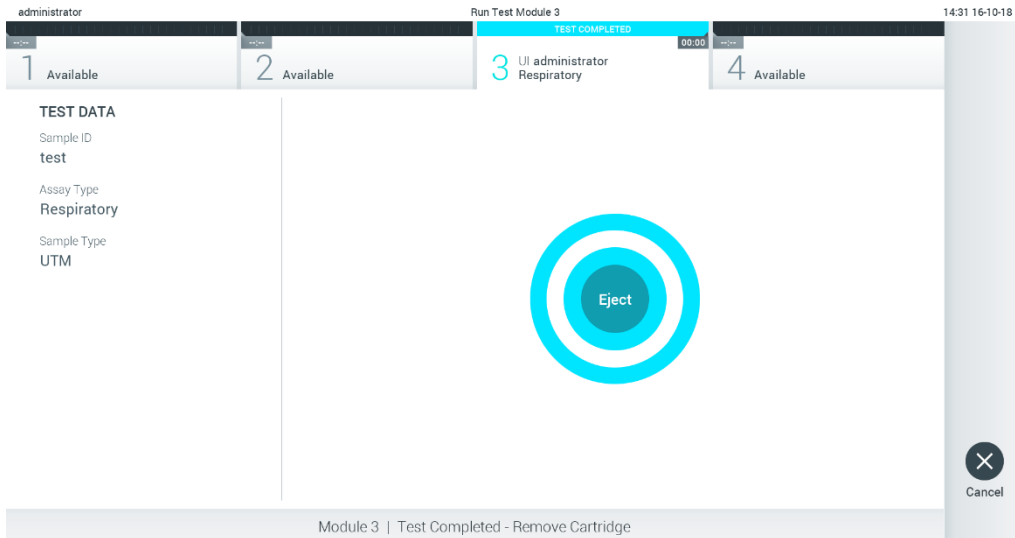

図 29. イジェクト画面表示。
10.検査が完了すると、Eject（イジェクト）画面が表示されます（図 29）。タッチスクリーン上の  Eject（イジェクト）を押して、QIAstat-Dx assay cartridge を取り出し、国、州、地域の健康と安全に関するすべての法規制に従って、バイオハザード廃棄物として処分します。